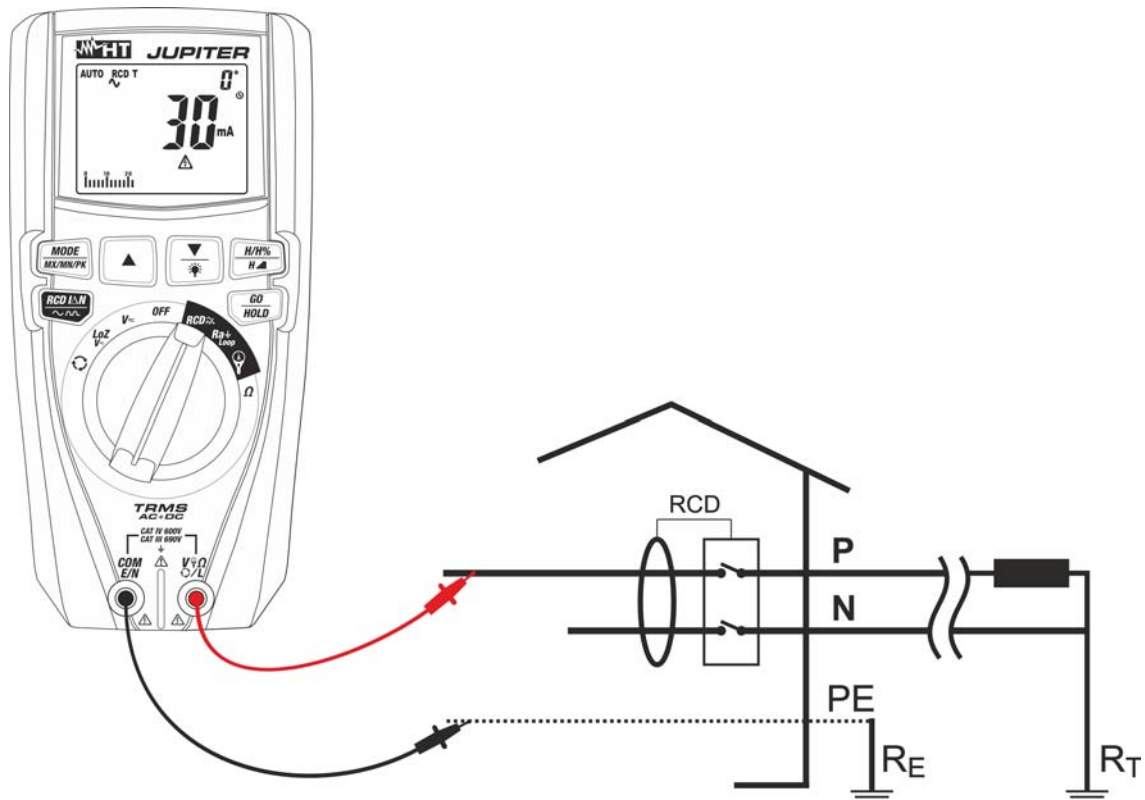
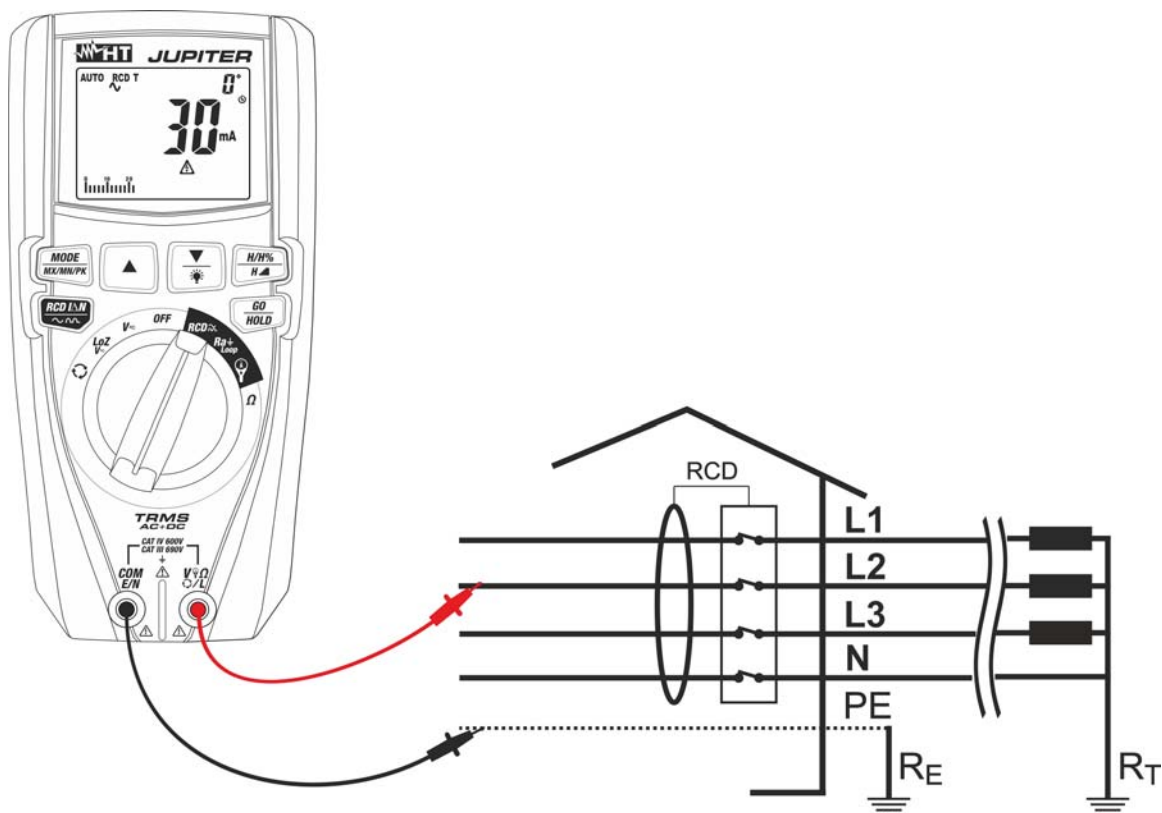

Fig. 30: Utilisation de l'instrument pour test RCD sur système monophasé avec embouts de mesure.
Fig. 31: Utilisation de l'instrument pour test RCD sur système triphasé avec embouts de mesure.
7. Si on utilise les embouts de mesure, introduire le conducteur rouge dans la borne d'entrée **V_ΩL** et le conducteur noir dans la borne d'entrée **COM/E/N** puis connecter l'instrument à l'installation sous test (voir Fig. 30 ou Fig. 31). La présence de la tension Phase-Terre est montrée dans la barre graphique.